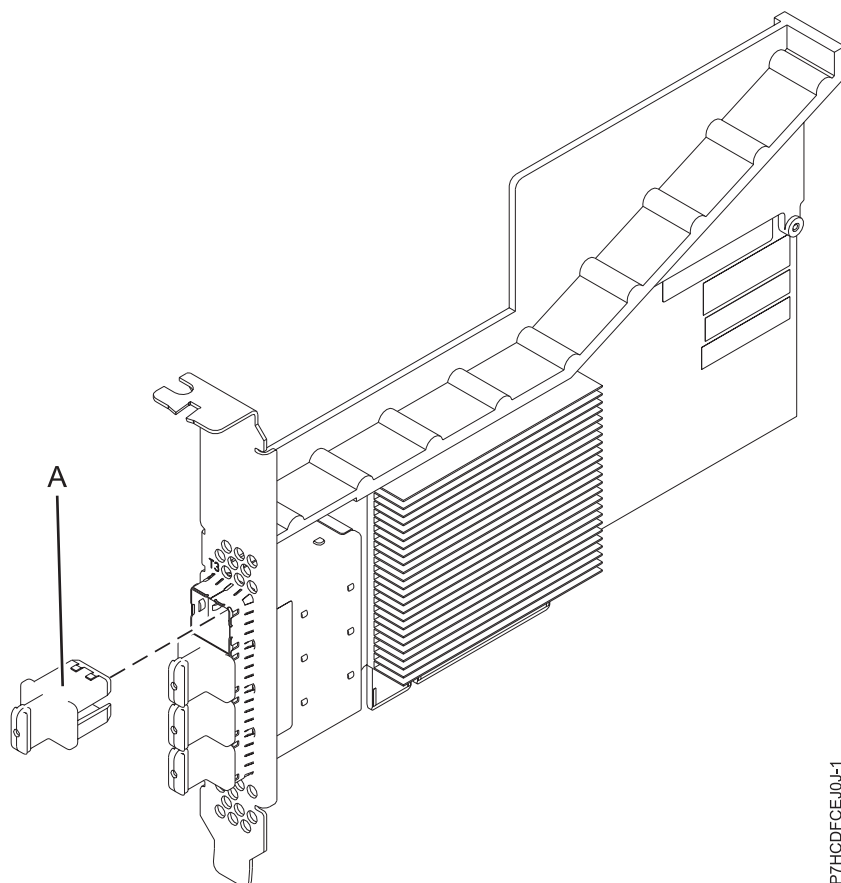

Figura 17. Adaptador PCIe3 RAID SAS
O adaptador PCIe3 SAS RAID de 6 Gb de porta quádrupla é um adaptador PCI Express PCIe, de terceira geração, RAID SAS que possui um low profile, fator de forma curto mas oferecido para instalação full height. O adaptador é usado em aplicativos serial attached SCSI (SAS) de alto desempenho e alta densidade. Ele suporta a conexão de disco SAS e fita SAS usando quatro conectores x4 de alta densidade (HD) mini SAS que permitem que os links físicos sejam usados em várias configurações de portas estreitas e amplas. A conexão de fita SAS é suportada somente em uma configuração de adaptador único e não pode ser combinada com o disco SAS no mesmo adaptador. O adaptador não possui cache de gravação. Figura 17 na página 50 mostra o adaptador PCIe3 SAS RAID de 6 Gb de porta quádrupla.
O Figura 17 mostra o adaptador.O plugue do conector (A) está instalado em uma porta vazia e evita danos a essa porta sempre que um cabo para os conectores de porta adjacente é plugado ou removido.